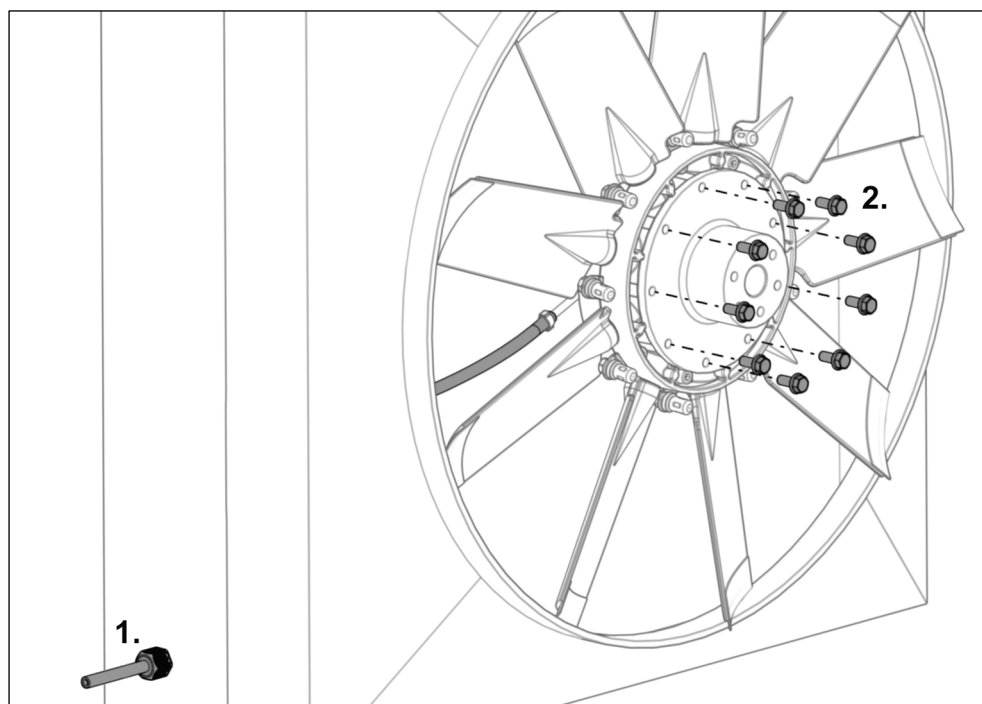

Fig. 30
- 20) Inserte la manguera de presión a través de la descarga de tracción (véase la Fig. 30, paso 1).
- 22) Enrosque a mano los tornillos de dientes de bloqueo suministrados (véase la Fig. 30, paso 2).